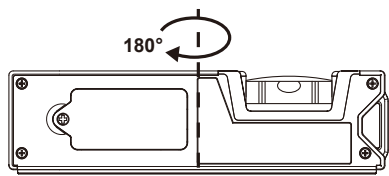

FIG. 2
d. Au même endroit, faites pivoter l'équipement de 180° (voir la FIG. 2 suivante), puis appuyez sur le bouton MODE, "CAL 2" clignote plusieurs fois. Une fois que "CAL 2" disparaît, l'étalonnage est terminé et l'écran LCD affiche alors l'angle actuel dans un affichage de haute précision.